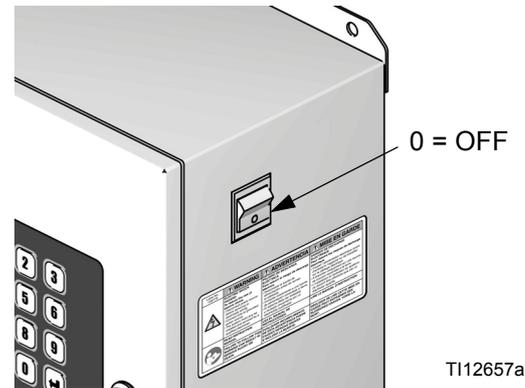

FIG. 24 Alimentazione Off
1. Disattivare l'alimentazione del ProMix 2KS (posizione 0). FIG. 24. Inoltre, disattivare l'interruttore principale dell'alimentazione.